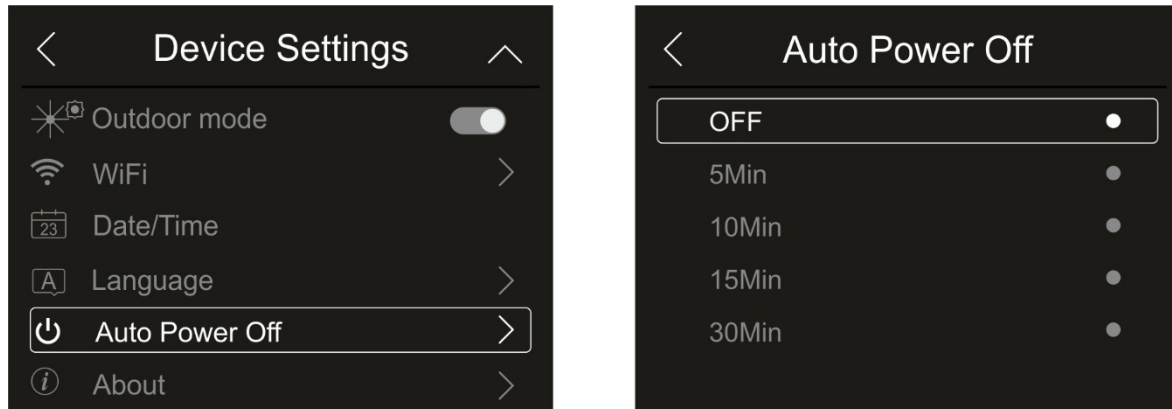

Fig. 21: Réglage de la mise arrêt automatique
1. Touchez l'élément «Auto Power Off» pour régler le temps de mise hors tension automatique de l'instrument. La page-écran de la Fig. 21 – partie droite s'affiche à l'écran :